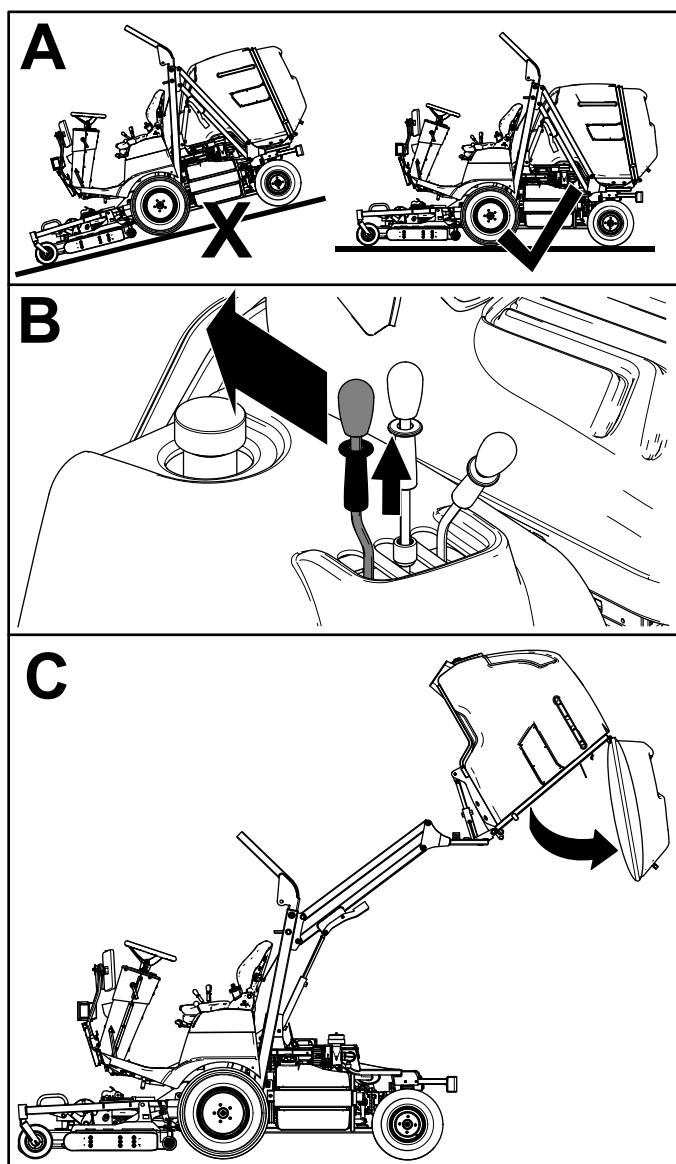

図 25
2. ホッパーダンプレバーのロックカラーを上引き、レバーを後方に傾けるとホッパーにたまっている刈りかすがダンプされます 図 25。